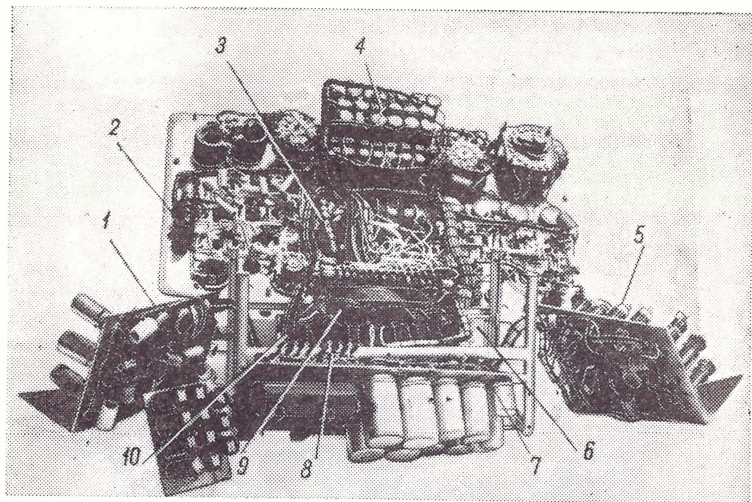

Рис. 3. Общий вид испытателя со снятыми блоками:
4.1. Конструкция испытателя показана на рис. 3, 4. Испытатель собран и смонтирован на горизонтальной панели из дюралюминия с небольшим вертикальным стальным каркасом и заключен в дюралюминиевый футляр со съемной крышкой.
4.6. На каркасе (рис. 3) расположены: силовой трансформатор Тр (основные данные которого см. в приложении 11), реле защиты прибора Р1, сопротивление выпрямителя накала